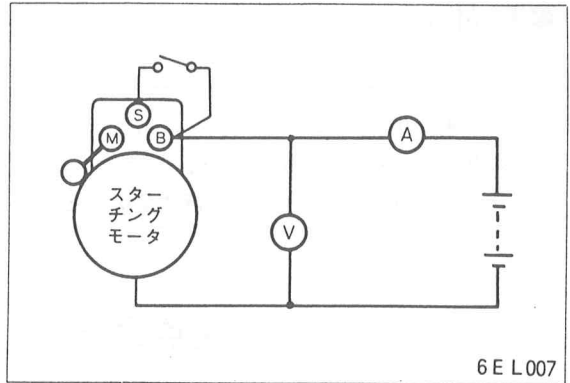

図9 無負荷テスト
- (1) スターチング モータとバッテリー及び電流計、電圧計を図9のように接続する。